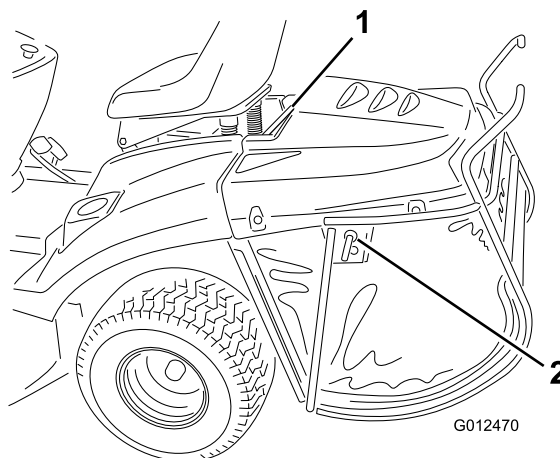

Figura 35
1. Bloccare il perno di bloccaggio sul cesto di raccolta (Figura 35).
2. Sollevate il cesto di raccolta tramite la barra di supporto superiore (Figura 35).